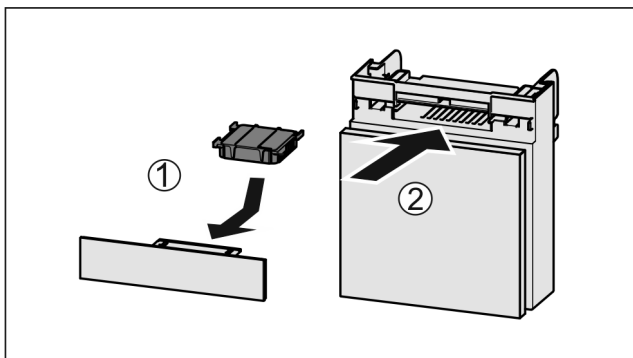

Fig. 151
- ▶ Filtr s aktivním uhlím vložte podle vyobrazení Fig. 151 (1).
- ▶ Zásuvku zasuňte Fig. 151 (2).